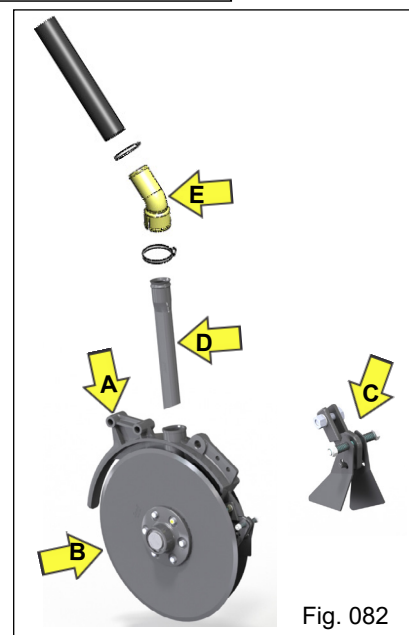

Fig. 082
- b) Composto por um suporte dos discos com furos posicionados um a frente do outro “A” (Fig. 082), que permitem que os conjuntos dos discos planos lisos sejam montados desencontrados um em relação ao outro.